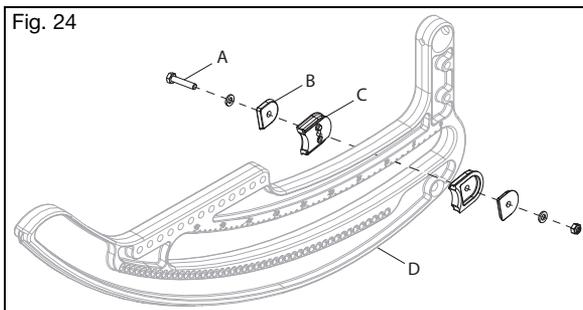

Fig. 24
1. Coloque os pinos dos limitadores de inclinação (Fig. 24:A) em ambos os lados de cada estrutura rotativa (Fig. 24:B) na localização desejada. Os pinos devem ficar juntos.
2. Coloque as placas de impulso (Fig. 24:C) nas aberturas dos pinos.
3. Introduza e aperte novamente o parafuso (Fig. 24:D) com a porca e a arruela para bloquear o limitador na posição correta.